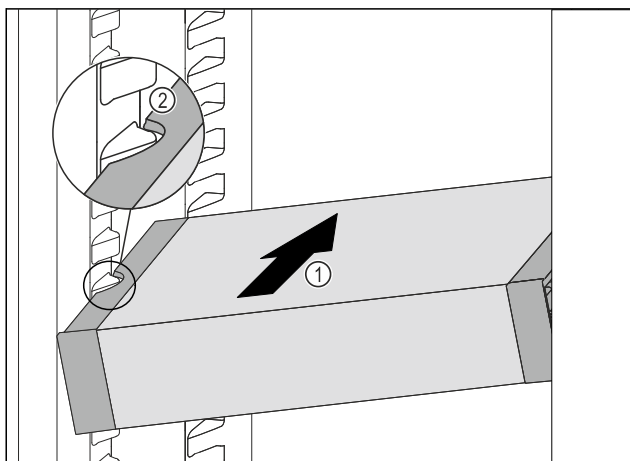

Fig. 109
- Вкарайте VarioSafe под ъгъл в хладилната част Fig. 109 (1), докато страничните прорези Fig. 109 (2) на VarioSafe се намират на височината на ребро на съда в хладилната част.